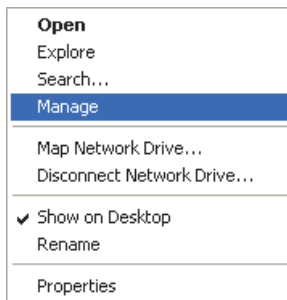

Рис. 7-10 Контекстное меню Мой компьютер.
2. В контекстном меню выберите пункт **Manage** [Управление] (см. Рис. 7-10 на стр. 204).